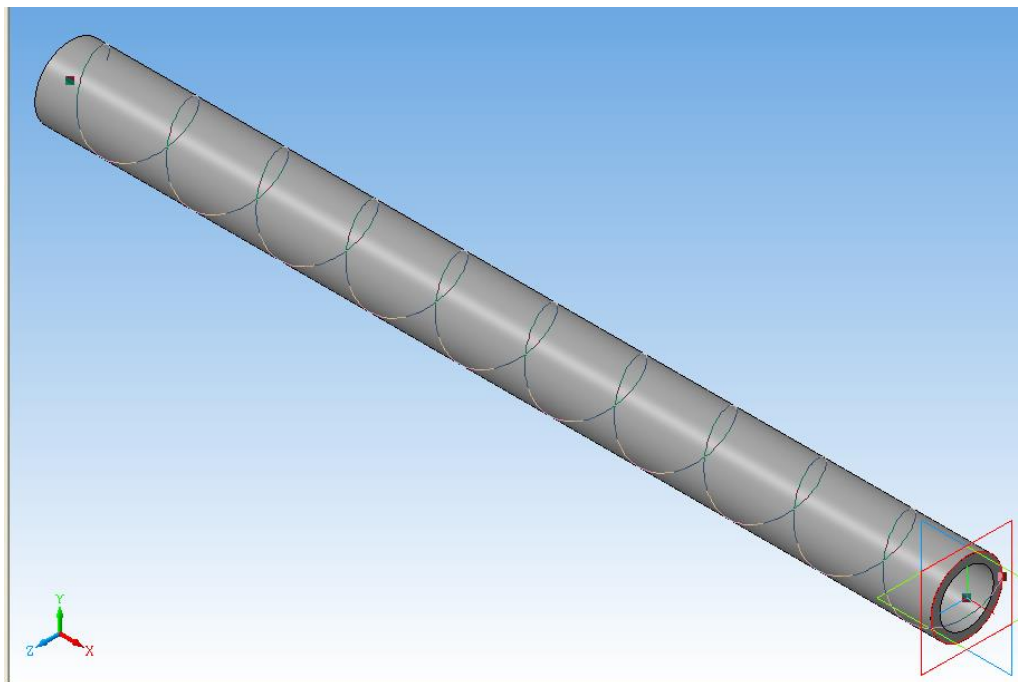

Рис. 6.3. Винтовая цилиндрическая спираль на поверхности трубы
5. Во вкладке **Диаметр** включите переключатель способа задания диаметра в положение **По объекту** и щелкните мышью прямо по наружной поверхности трубы. Фантом цилиндрической спирали с заданными параметрами отображается в окне документа. Нажмите кнопку **Создать объект**, и на поверхности трубы система отрисует винтовую спираль (рис. 6.3). В Дереве модели появится строка "**Спираль цилиндрическая: 1**".